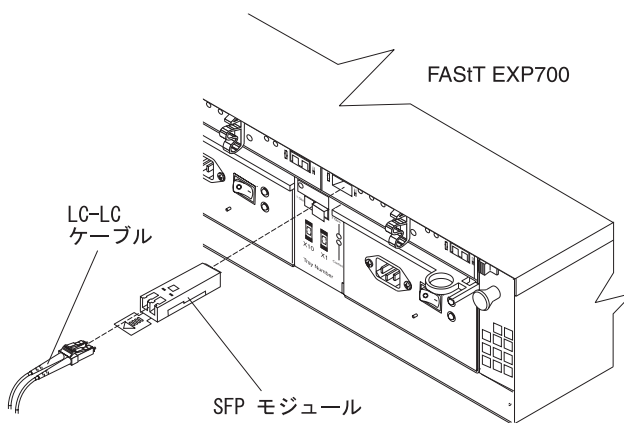

図 33. FAST EXP700 への SFP モジュールのインストールおよび LC-LC ケーブルの接続
3. 図 33 に示すように、SFP モジュールを FAST EXP700 の背面にある SFP ポートにインストールしてから、LC-LC ケーブルのもう一方の端を SFP モジュールに接続します。